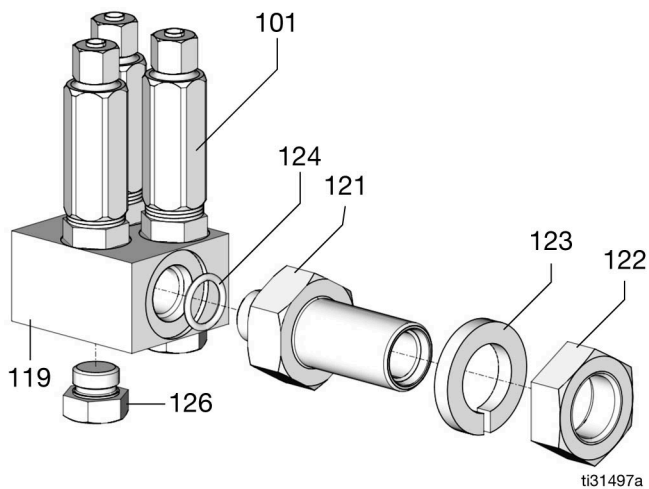
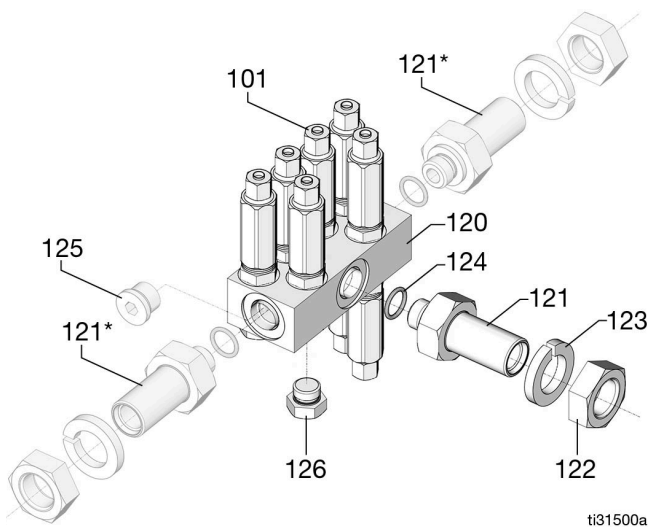
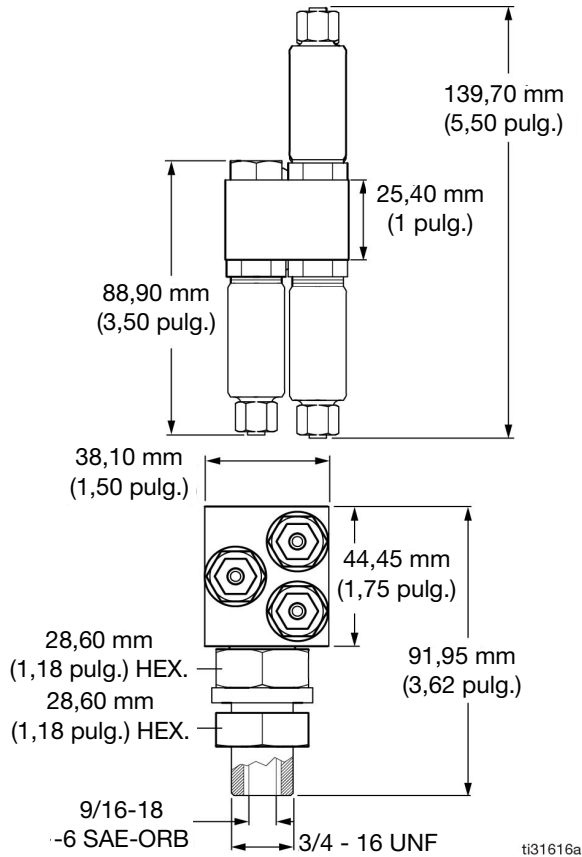

FIG. 39
FIG. 40
FIG. 41
- Colector de 6 puertos: usado en sistemas de lubricación con 6 puntos de lubricación o menos (FIG. 39 y FIG. 41).
- Colector de 12 puertos: usado en sistemas de lubricación con entre 7 y 12 puntos de lubricación (FIG. 39 y FIG. 40).
\*En la FIG. 40 el vástago del colector (121) se muestra montado en el puerto inferior. También puede montarse en los puertos laterales.
1. Instale el vástago del colector (121) y la junta tórica (124) en el puerto de entrada del colector del inyector (119 o 120) (FIG. 39 and FIG. 40, página 54).
**NOTA:** El puerto de entrada en el colector de 12 puntos (120) se puede instalar en el puerto de entrada lateral o superior.
2. Utilice tapones (126) para bloquear los puertos que no se usen del colector del inyector (FIG. 39 y FIG. 40, página 54). Asegúrese de que la junta tórica esté puesta en el tapón. Si necesita puntos de lubricación adicionales, puede retirar estos tapones y cambiarse por inyectores y líneas de lubricación del tamaño apropiado.